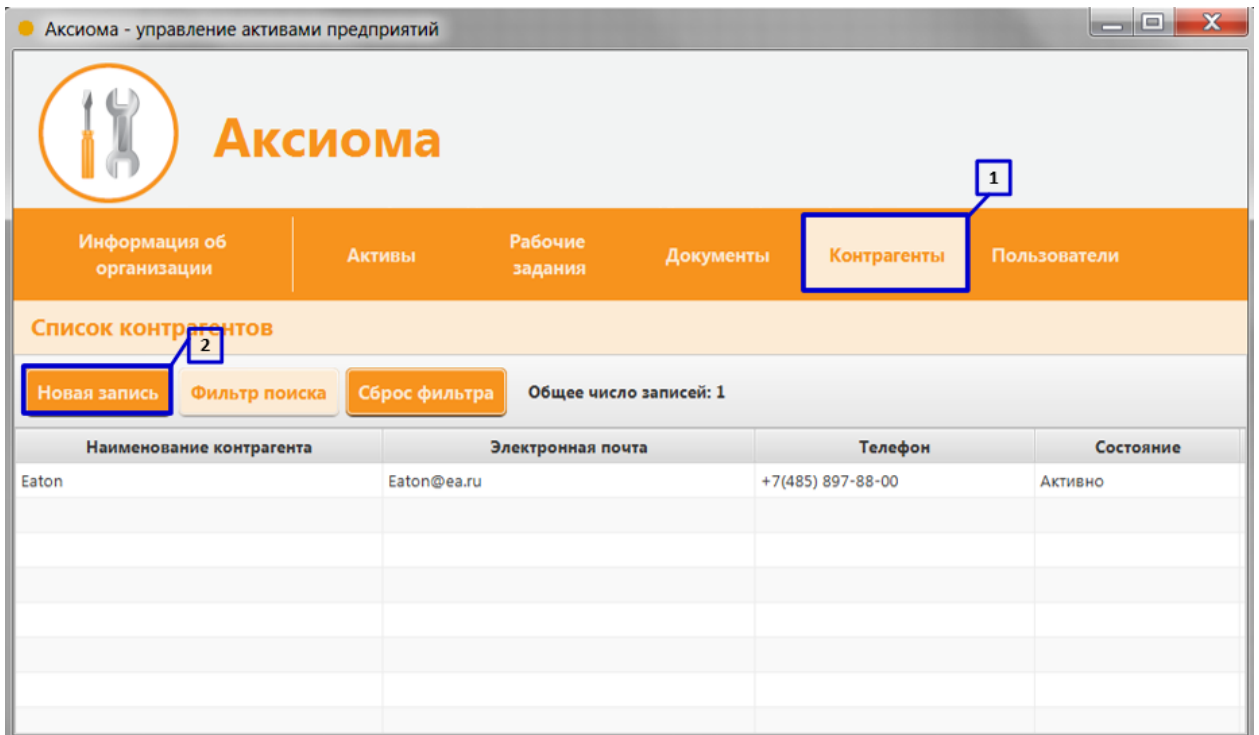

Рисунок 47. Создание контрагента организации (Часть 1)
Для создания контрагента в окне Главного меню в разделе «Контрагенты» (Рисунок 47 пункт 1) необходимо выполнить следующие действия:
1. Нажмите клавишу «Новая запись» (Рисунок 47 пункт 2);